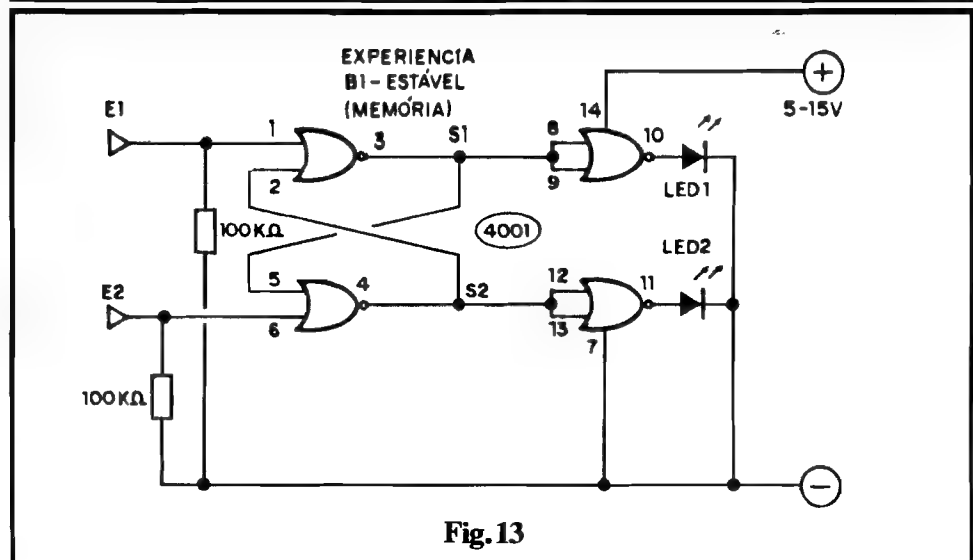

Fig. 13
- **FIG. 13 - (EXPERIÊNCIA) - BI-ESTÁVEL** - Com o circuito já estabelecido sobre a matriz de contatos, ligue a alimentação e verifique que um dos LEDs acende... Raciocine a respeito (por **quê apenas um** dos LEDs acende...?). Ligue, por um momento, E1, e depois E2, à linha do **positivo** da alimentação (lembrando que normalmente ambas as Entradas estão "bai-